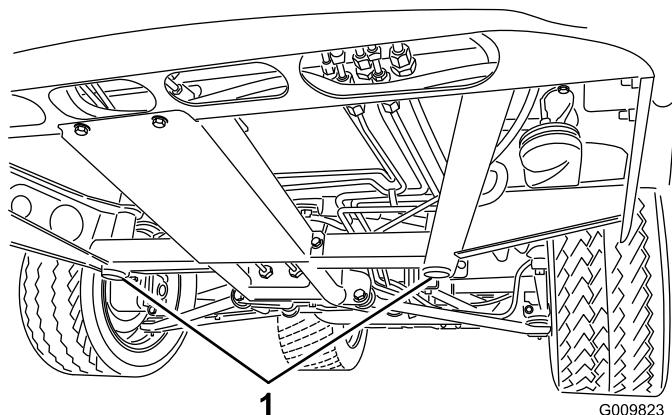
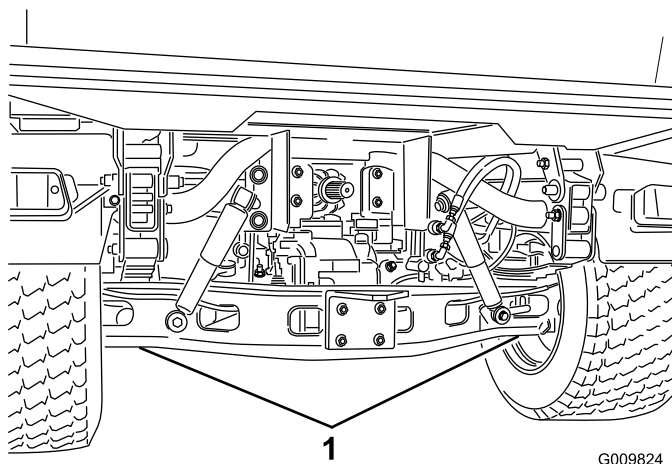

Figura 33
Figura 34
- El punto de apoyo delantero del gato se encuentra en el travesaño central delantero del bastidor (Figura 33), y en la parte trasera está debajo del tubo del eje (Figura 34).